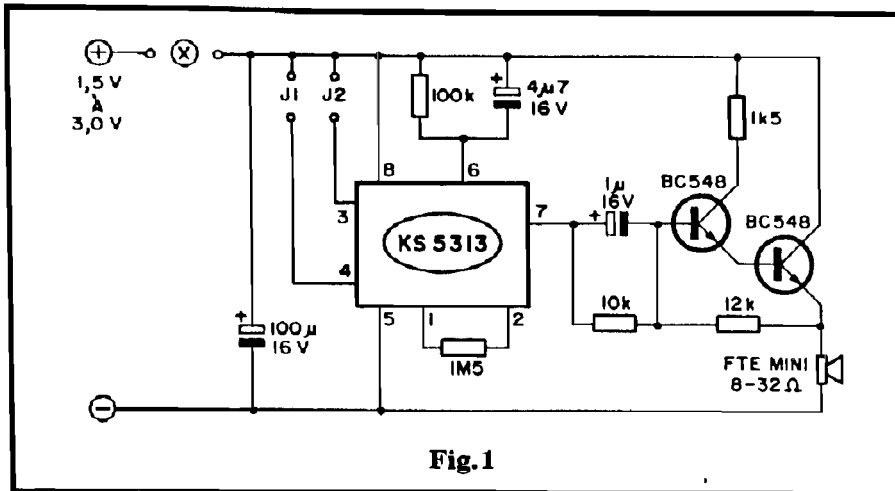

Fig.1
- FIG. 1 - O CIRCUITO DO MK1 - Baseado no Integrado KS5313 (uma melodia programada), o arranjo precisa apenas de dois resistores (100K e 1M5) e um capacitor eletrolítico (4u7) para ter sua música devidamente "extraída"... Num projeto anteriormente mostrado em APE, com esse mesmo Integrado, a saída de som requeria um transistor e (af estava o "nó" da questão...) um pequeno transformador com características um tanto especiais, para o devido "casamento" com um alto-falante mini... Para "fugir" do tal transformadorzinho "difícil", o presente projeto foi re-calculado e re-dimensionado, usando-se um módulo em Darlington na saída (pino 7 do KS5313), com dois transistores BC548 "enfileirados", cuidadosamente polarizados pelos resistores de 1K5, 10K e 12K, de modo a entregar o sinal diretamente ao pequeno alto-falante (com impedância entre 8 e 32 ohms...). O capacitor de luz faz o acoplamento para sinal, entre o Integrado e o Darlington, enquanto que o de 100u efetua o desacoplamento da alimentação... Esta pode ficar entre 1,5 (não menos) e 3,0 (não mais) volts, com o que uma ou duas pilhas pequenas poderão ser utilizadas, confortavelmente... Nos pontos "X", "J1" e "J2" poderão ser inseridos componentes, jumpers ou controles diversos, conforme explicações dadas mais adiante... Um ponto prático importante: embora o Integrado KS5313 contenha apenas uma música pré-pro-